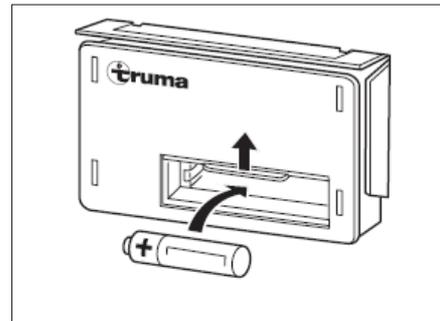

Fig. 107 Cambio de batería
- Empujar la tapa del compartimento de la batería en el dispositivo automático de encendido (Fig. 107) hacia arriba.
- Meter una batería nueva del mismo tipo con la polarización correcta (+/-) en el compartimiento de la batería del dispositivo automático de encendido (Fig. 107). Utilizar únicamente baterías AA resistentes a la temperatura (+70 °C) y a prueba de fugas.